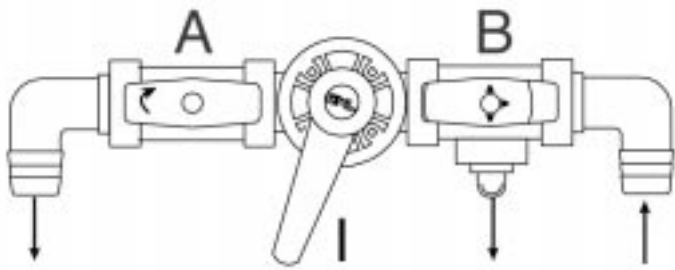

Fig. 2
1. Удалите из установки ее содержимое: установите рукоятку реверсивного крана на двухходовой кран (А), откройте двухходовой кран (А), установите трехходовой кран (В) как показано на рис. 2.